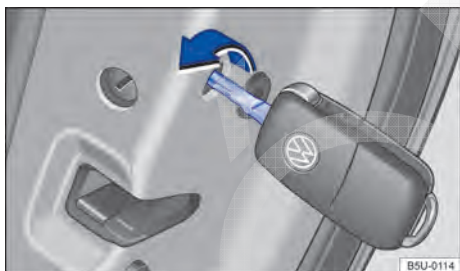

Fig. 54 Travamento de emergência do veículo com a chave do veículo.
- Inserir a haste da chave na fenda → Fig. 54 e girar no sentido horário (para dentro do veículo) até o batente.